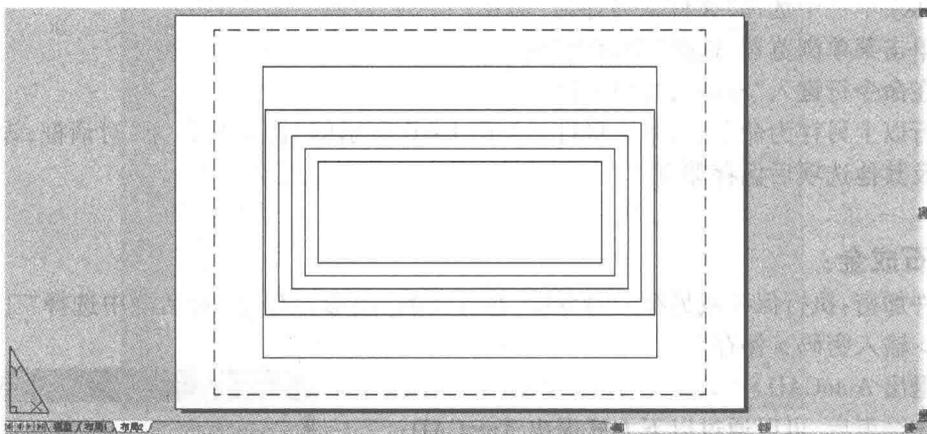

图 1-9 图纸空间
(2)图纸空间 在图纸空间内,可以布置模型选项卡上绘制平面图形或者三维图形的多个“快照”,即“视口”,并调用 AutoCAD 自带的所有尺寸图纸和已有的各种图框。一个布局就代表一张虚拟的图纸。这个布局环境就是图纸空间,如图 1-9 所示。